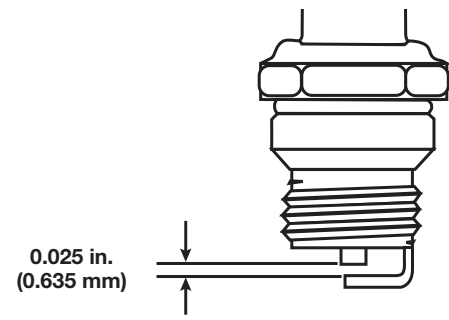

Fig. 12
4. Use un calibre de hoja para ajustar la abertura de la bujía a **0.025 pulgadas (0.635 mm)** (Fig. 12).